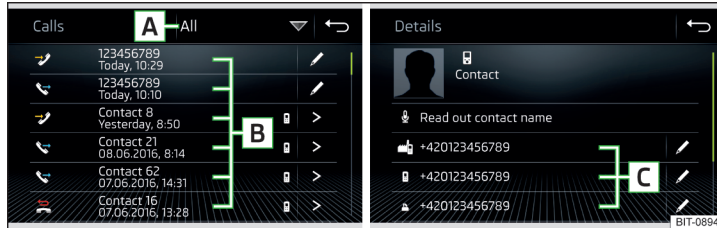

Abb. 200 Anrufliste / Kontaktdetail
► Im Hauptmenü *Telefon* die Funktionsfläche  antippen, es wird eine Anrufliste angezeigt » Abb. 200.
> Anzeige des Kontaktdetails » Abb. 200